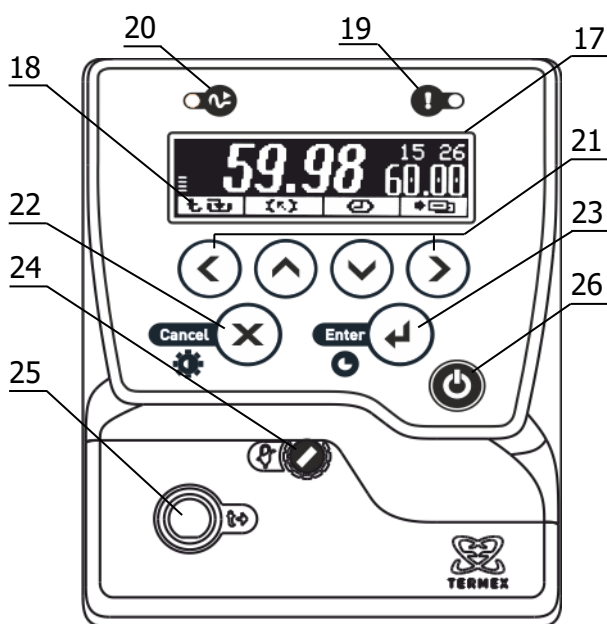

Рисунок 2 – Лицевая панель
Система безопасности блоков регулирования отключает двигатель насоса и нагреватель при срабатывании хотя бы одной из защит или неисправности датчика температуры (1.2.13). При срабатывании системы безопасности раздается звуковой сигнал, загорается индикатор 19 (рисунок 2) и на дисплей 17 выводится информация о причине неисправности.
2.3.1 После подключения сетевого кабеля к электрической сети блок регулирования переходит в режим ожидания. Подключение сопровождается кратковременной подсветкой дисплея 17 (рисунок 2).
2.3.6 Для регулировки яркости подсветки или контраста дисплея нажать кнопку 22 (X), выбрать изменяемый параметр кнопками (▲) и (▼) и установить его значение кнопками (◀) и (▶). Зафиксировать изменение нажатием кнопки 23 (↔) (рисунок 2).
2.7.6 Для выбора уставки в качестве текущей кнопками (▲) и (▼) подвести к ней указатель. Значение отмеченной указателем уставки дублируется крупными цифрами в правой части дисплея. Для подтверждения выбора отмеченной уставки нажать кнопку 23 (◀). Для отмены выбора нажать кнопку 22 (✕) (рисунок 2).
2.7.7 Для изменения численного значения отмеченной указателем уставки нажать кнопку (▶). На рамке, обрамляющей значение уставки в правой части дисплея, появятся “засечки”, указывающие на изменяемую позицию в численном значении. Цифра в отмеченной позиции мигает. Нажатиями кнопок (▲) и (▼) установить требуемую цифру в отмеченной позиции. Если удерживать кнопку нажатой, значение уставки будет изменяться непрерывно. Нажатиями кнопок (◀) и (▶) переместить отметку изменяемой позиции. Дискретность изменения значения уставки зависит от положения изменяемой позиции: если отмечена позиция десятков, то при единичном нажатии кнопки (▲) или (▼) значение уставки изменится на 10 °С. Если отмечена позиция десятых долей, то значение уставки изменится на 0.1 °С соответственно. Закончить ввод нового значения уставки нажатием кнопки 23 (◀). Для возврата к значению уставки до ее изменения нажать кнопку 22 (✕) (рисунок 2).
2.8.5 После устранения причины срабатывания защиты или ее отключения кнопкой (▶) индикатор 19 (рисунок 2) погаснет. Перевести блок регулирования в рабочий режим нажатием кнопки 23 (←).
2.9.3 Температура срабатывания защиты от перегрева теплоносителя устанавливается вращением регулятора 24 (рисунок 2). Для изменения положения регулятора используйте подходящий инструмент, например, часовую отвертку.
2.9.4 Для точной установки температуры срабатывания защиты (рисунок 2):